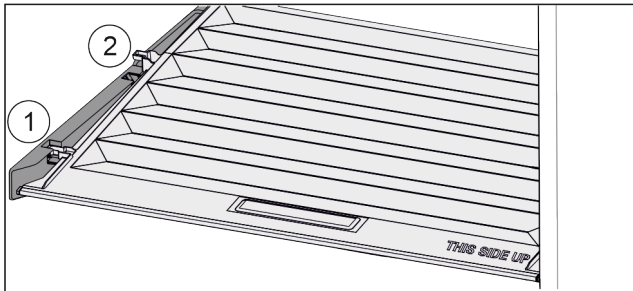

Fig. 46
- ▶ Tirer le couvercle vers l'avant jusqu'à dans l'orifice des pièces de retenue Fig. 46 (1).
- ▶ Le soulever par le bas à l'arrière et le sortir par le haut Fig. 46 (2).